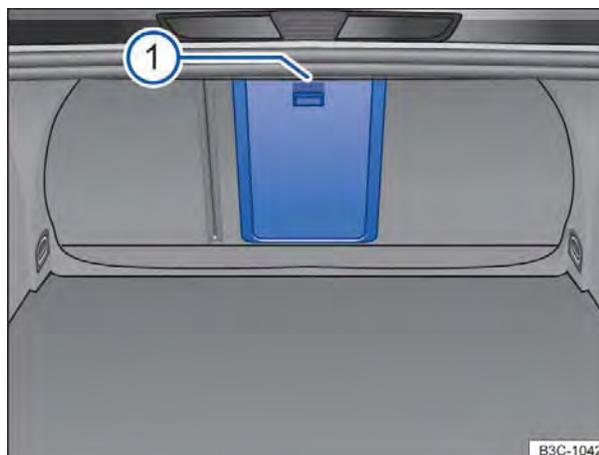

Fig. 101 No compartimento de bagagem: alavanca de destravamento com marcação ①.
- Rebater a tampa do dispositivo para transporte de objetos longos para trás, até que ela se encaixe. A marcação vermelha no lado do compartimento de bagagem \Rightarrow Fig. 101  não pode estar visível.